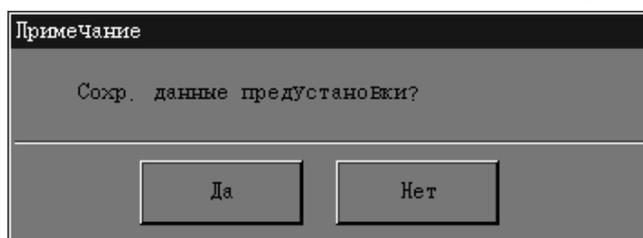

Рисунок 8-14 Сохранение предустановленных значений
4. **НАЖМИТЕ** кнопку «Сохранить». Откроется диалоговое окно (Рисунок 8-14).